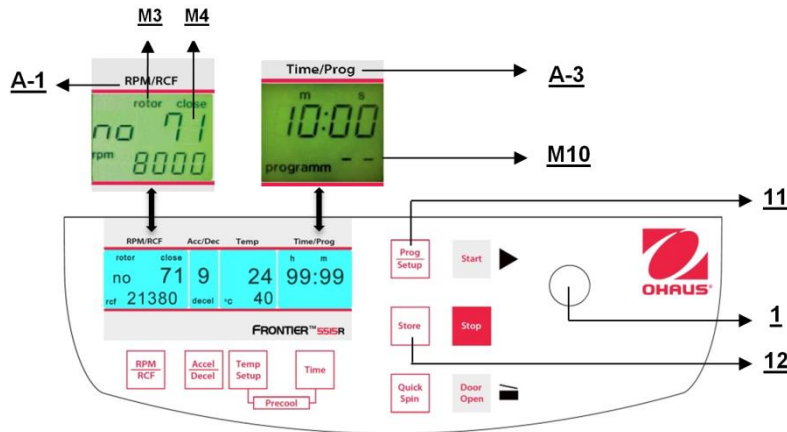

Figure. 25
Pour rappeler des programmes mémorisés, appuyer sur la touche "**Prog/Setup**" (11) (voir la figure 25) alors que le couvercle est déjà fermé. Sur l'affichage "**Time/Prog**" (A-3), le mot "**programm -**"(M10) apparaît. Le numéro de programme désiré peut être présélectionné avec le bouton de réglage (1).
Pour quitter le mode de programmation, appuyer simplement sur la touche **"Prog/Setup"** (11) (voir la figure 25). Sur l'affichage **"Time/Prog"**, le mot **"programm"** apparaîtra. Régler l'affichage sur **"programm--"** (M10) avec le bouton de réglage (1).